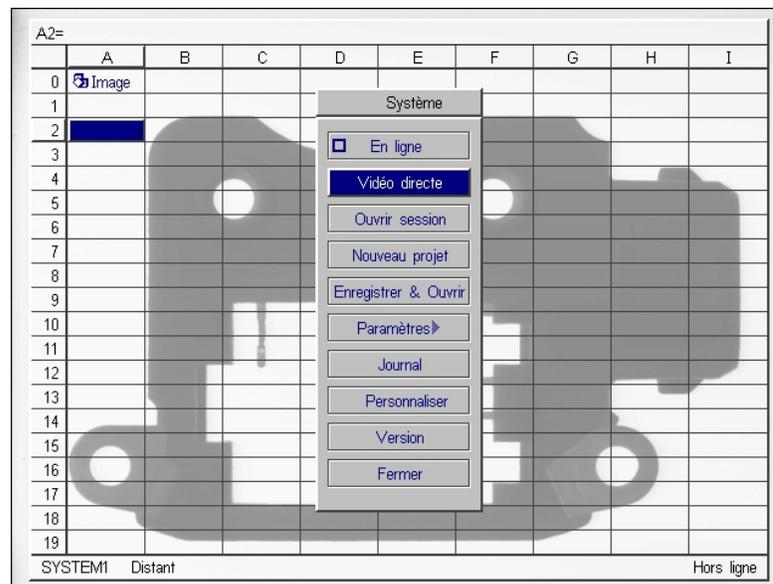

Figure 1-1. Menu Système
1. Ouvrez le menu **Système** (voir Figure 1-1. Menu Système).